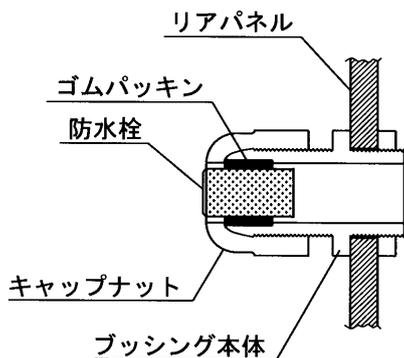

図4 ブッシング(S)断面
4. PTH-17型付属のハウジング制御ケーブルを使用される場合は、同軸ケーブル1組が内蔵されていますから、同軸用ブッシング(S)は不用です。図4のように防水栓を確実に取り付けおいてください。